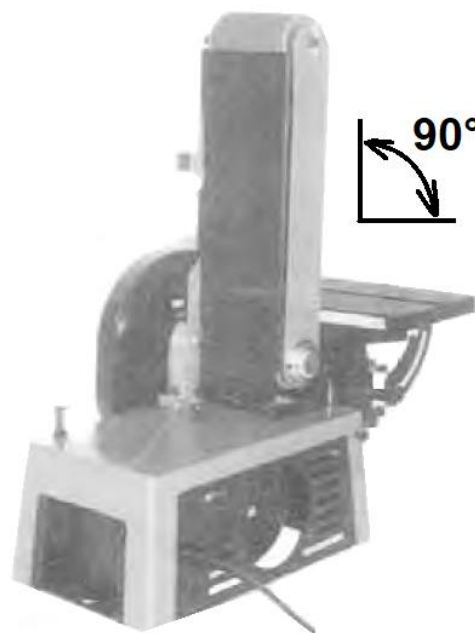

Abbildung 8-3: 90° Winkel zum Tisch exakt einstellen
3. Den Arbeitstisch in die genaue 90° Position zum Schleifband einstellen (Abb. 8-3).